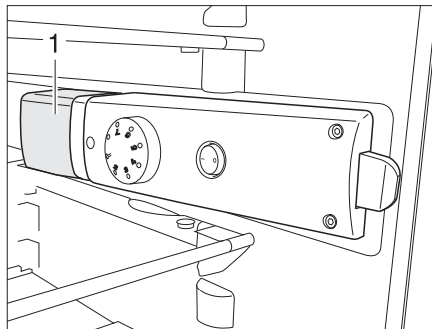

Bild 383 Kühlschrankleuchte
- Von hinten unter die Leuchtenabdeckung (Bild 383,1) fassen und Leuchtenabdeckung ca. 3 mm anheben.